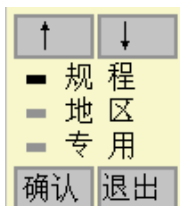

图 4.23 曲线选择
1、曲线：用户在此处可以按确定键设置规程曲线、地区曲线、专用曲线，其界面如图 4.23 所示，其中规程曲线指的是《超声回弹综合法检测强度技术规程》(CECS02:2005)中的曲线。地区和专用曲线用户可以输入 a、b、c 的值，然后进行分析计算。